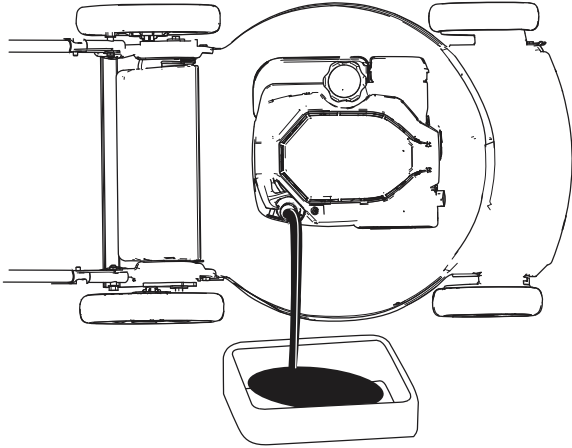

Figura 21
- Ponga la máquina de lado (con el filtro de aire hacia arriba) para drenar el aceite usado del tubo de llenado de aceite (Figura 21).